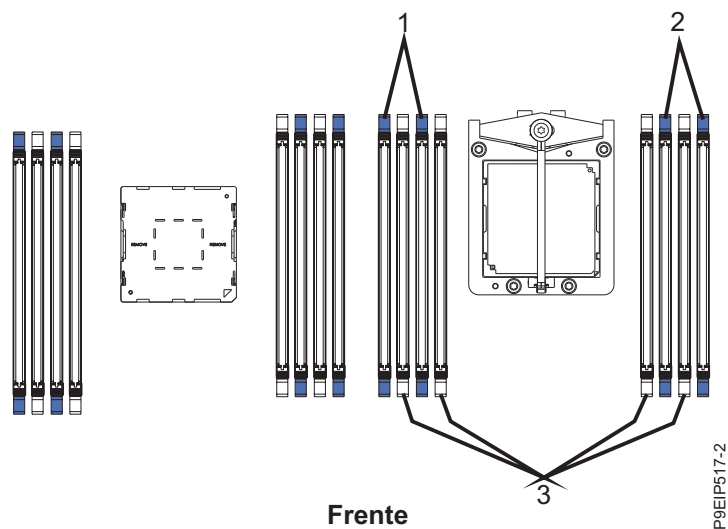

Figura 22. Sequência de conexão de processador único
- Para um sistema de processador único, use Tabela 5 na página 24 e Figura 22 na página 24.